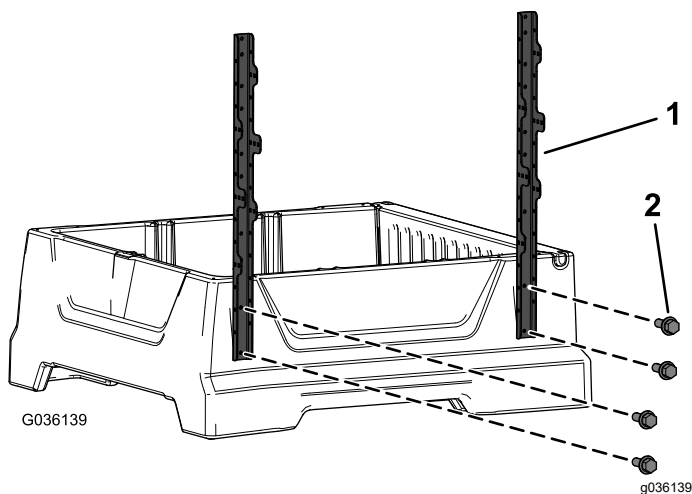

Bild 2
1. Befestigen Sie die zwei aufrechten Rahmenhalterungen mit vier Sechskantschrauben ($\frac{1}{4}" \times \frac{3}{4}"$) an der Außenseite der Ladepritsche, wie in Bild 2 abgebildet.